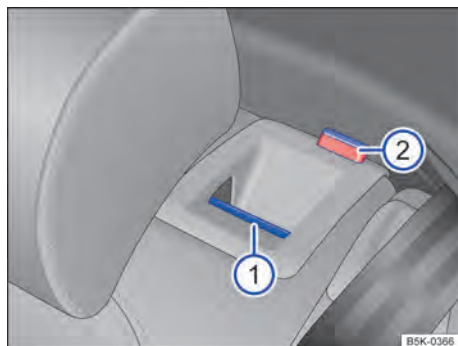

Fig. 66 En el respaldo del asiento trasero: tecla de desbloqueo.
- Tirar de la tecla de desbloqueo → fig. 66 ① A hacia adelante y, al mismo tiempo, plegar el respaldo del asiento trasero hacia adelante.
- La parte de respaldo del asiento trasero correspondiente estará desbloqueada cuando la marca roja → fig. 66 ② sea visible.
- La marca roja → fig. 66 ② ya no puede ser visible.